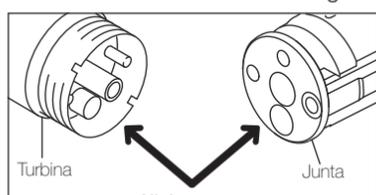

Fig. 13
- 4) Monte a junta na turbina. Una o tubo e a junta (Fig. 13).